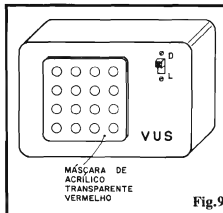
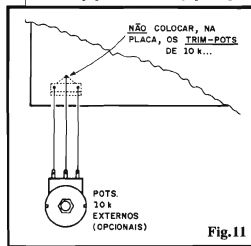

Fig.9
Fig.11
**FIG. 9 - SUGESTÃO PARA O "ENCAIXAMENTO" FINAL** - Se o Leitor/Hobbysta optar pela construção "independente" do VUS, a solução de **lay out** final proposta pela figura nos parece a mais conveniente, estética e praticamente falando... Uma "janela" deve ser recortada numa das faces do **container**, em formato quadrado, e dimensões compatíveis com o conjunto de LEDs ("tela" do VUS...). Para boa visualização, recomendamos a inserção de uma máscara externa sobre tal "janela", em acrílico transparente vermelho, de modo que seja promovida uma "filtragem" ótica (assim, apenas a "luz" dos LEDs poderá ser realmente vista, embelezando e tornando o **display** mais profissional...). A caixa, no caso, poderá ainda incorporar um interruptor simples (elettricamente intercalado no ramo **positivo** da alimentação de 12 VCC...) através do qual o VUSCÓPIO possa ser confortavelmente ligado/desligado...
- FIG. 11 - ANEXAÇÃO (OPCIONAL) DE POTENCIÔMETROS DE CONTROLE DE NÍVEL AO VUS...
- Para tornar mais confortáveis os eventuais ajustes "finos" ou momentâneos de nível (sensibilidade de Entrada) para o VUS, o Hobbysta poderá optar pela substituição dos originais **trim-pots** de 10K por potenciômetro (de idêntico valor), ligados aos convenientes pontos da placa "A" via pedaços de fio flexível isolado (cabine de ligação...), conforme ilustra a figura... Nesse caso, certamente, os referidos **trim-pots** devem ser "desprezados" (não precisarão ser adquiridos, nem - obviamente - soldados à placa...). Os dois potenciômetros poderão ter seus eixos/**knoobs** presentes no painel frontal final do VUS (rever fig. 9), sob o **display** ou ao lado deste... Com tal disposição, mesmo que o volume final do equipamento de áudio seja sensivelmente modificado, sempre haverá uma possibilidade de re-ajuste fácil na sensibilidade do VUS, capaz de gerar imagens interessantes na sua "tela"... Quanto aos **trim-pots** de pré-ajuste (4K7), como se tratam de configuradores de equilíbrio interno do circuito, na prática não existe a conveniência de substituí-los por potenciômetros de acionamento externo... No entanto, se o Leitor/Hobbysta for do tipo que adora fazer constantes "ajustes finos" no desempenho dos circuitos, nada impede que estes também sejam "trocados" por potenciômetros, ligados à placa nos mesmos moldes indicados na fig. 11...